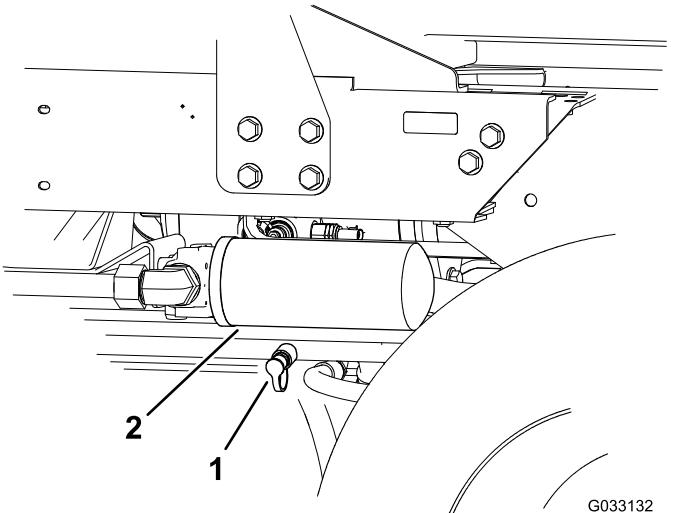

Bild 62
2. Schließen Sie einen Hydraulikschlauch zwischen dem eingebauten Diagnose-Anschlussstück im Heckantriebverteiler und dem Testanschluss für den Rückwärtsantriebsdruck (Bild 62) an.